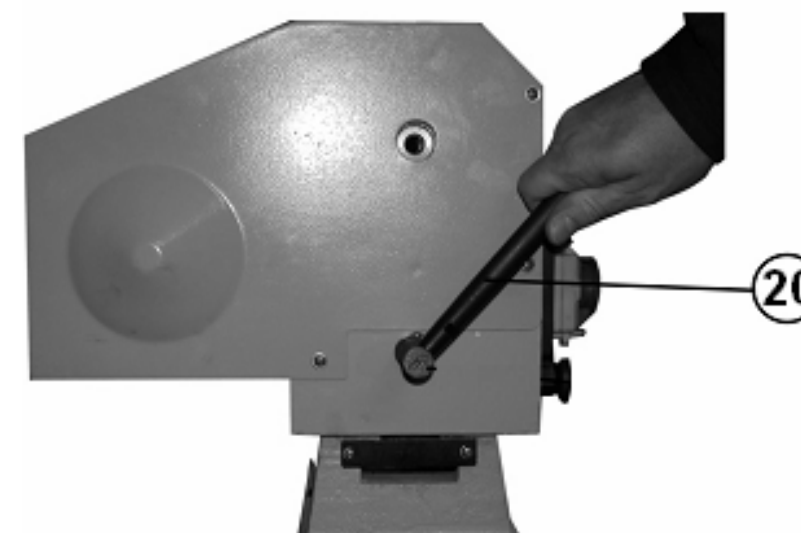

Рис. 5.
8.3. Установка ручки фиксации положения передней бабки (Рис. 5)